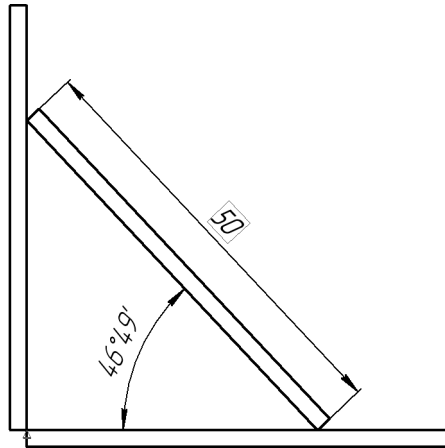

Рис. 61.16.
10. Усовершенствуйте модель, поставив угловой размер, как это показано на рис. 61.16. Изменяя значение этого размера, можно управлять углом наклона стержня.